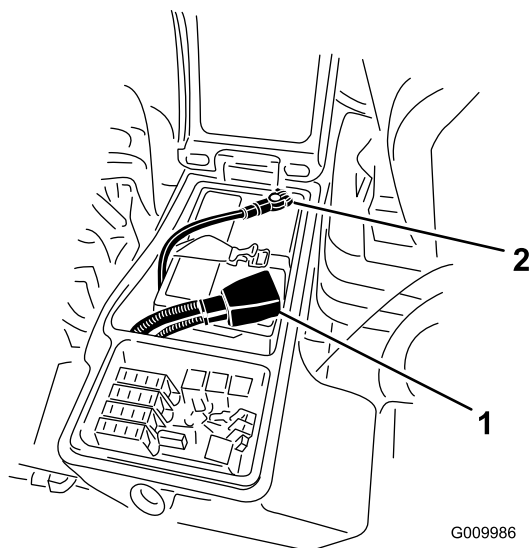

Рисунок 92
3. Отсоедините отрицательный кабель (черный) от отрицательной (-) клеммы и положительный кабель (красный) от положительной (+) клеммы аккумуляторной батареи (Рисунок 92).
6. Подсоедините положительный кабель (красный) к положительной клемме (+), а отрицательный кабель (черный) – к отрицательной (–) клемме аккумуляторной батареи (Рисунок 92).